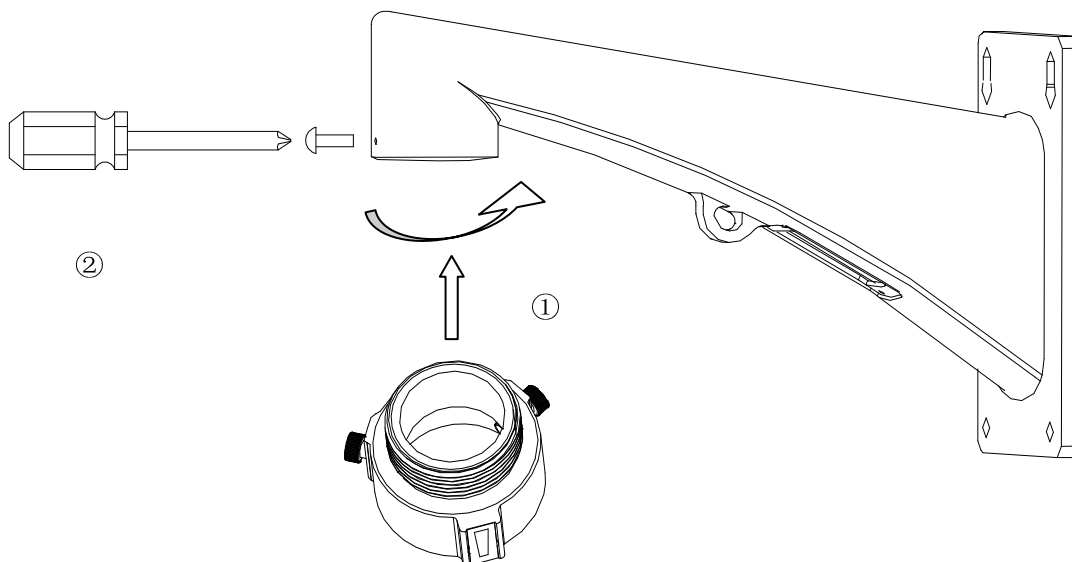

Figura 1.2.7 Installazione dell'adattatore pendant
6). Avvitare l'adattatore pendant alla staffa interponendo del nastro sigillante in dotazione. Assicurarsi di bloccarli per mezzo della vite di bloccaggio come mostrato in Figura 1.2.7.